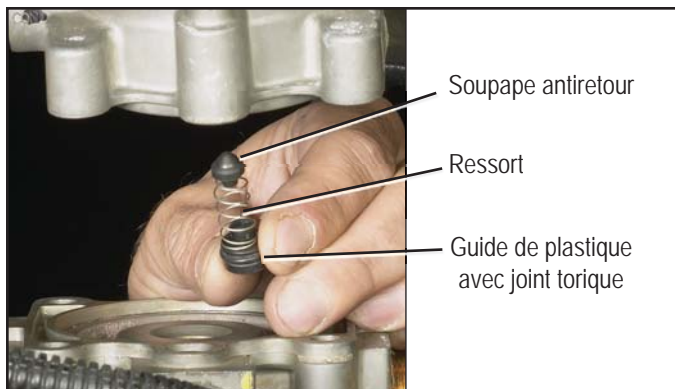

Figure 9 - SOUPAPE ANTIRETOUR INTERNE
3. Tel qu'illustré à la Figure 9, retirez le guide de plastique, le ressort et la soupape antiretour de l'alésage de la soupape et jetez-les. Remarque : La soupape antiretour pourrait coller à son assise dans le corps supérieur. Assurez-vous que tous les composants sont retirés avant de procéder à l'étape suivante.